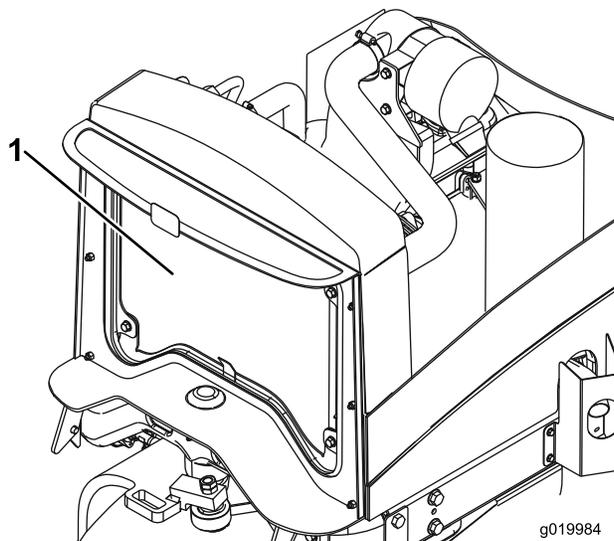

Figura 57
2. Limpe os dois lados do radiador/refrigerador de óleo com água ou ar comprimido (Figura 57).